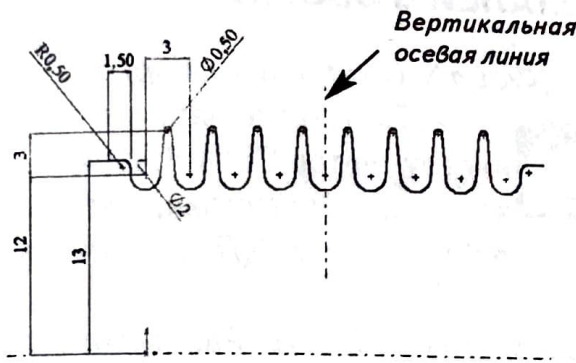
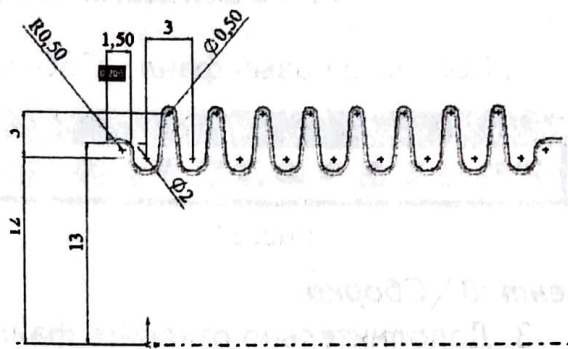
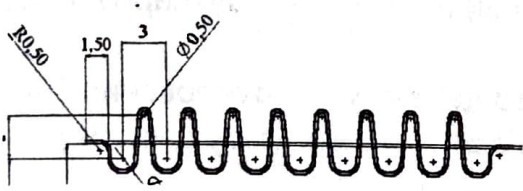

Рис. 26
Рис. 27
Рис. 28
13. Начертите вертикальную осевую линию (рис. 26) и зеркально отразите элемент созданный в пункте 11,12. Вполне возможно, что после этой операции в эскизе возникнут ошибки, чтобы исправить их - удалите временную осевую линию.
14. Выделите полученный контур (рис. 26), растягивая рамку, при зажатой левой клавише мыши, и помещая в неё выделяемые объекты. Нажмите кнопку "Смещение объектов" . В появившемся меню укажите направление смещения (от горизонтальной осевой) и дистанцию смещения равную 0,2 мм (рис. 27). Нажмите ОК (рис. 28).